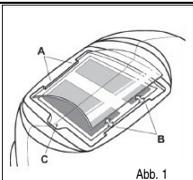

Abb. 1
Austausch der vorderen Abdeckscheibe: Tauschen Sie die vordere Abdeckscheibe aus, wenn sie beschädigt (gerissen, verdeckt oder verkratzt) ist. Drücken Sie mit dem Finger oder Daumen in die Mulde (C) am unteren Rand der Abdeckscheibe und biegen Sie diese nach oben, bis sie an den mit A und B gekennzeichneten Kanten freigegeben wird. (Vgl. Abb. 1).